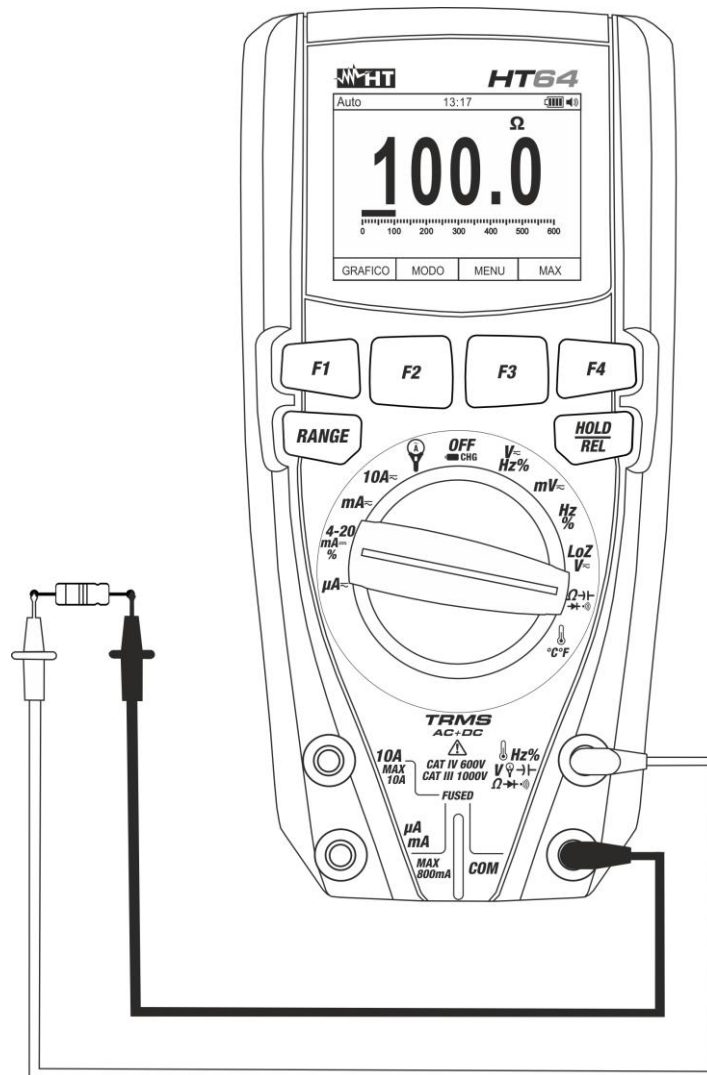

Fig. 26: Uso do instrumento para a Medição de Resistências e Teste de Continuidade
3. Colocar as ponteiros nos pontos pretendidos do circuito em exame (ver Fig. 26). O valor da resistência é apresentado no display.